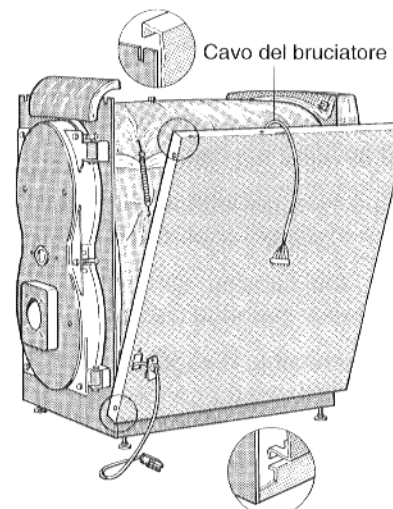

Fig. 7
I cavi del bruciatore devono essere posati attraverso la rispettiva foratura nel pannello prima che vengano montati i pannelli di rivestimento (Fig. 7).
- Far passare il cavo del bruciatore attraverso la rispettiva foratura nel pannello laterale (Fig. 7).
- Inserire il pannello laterale a destra e a sinistra infilando le fessure inferiori nella parete anteriore e posteriore del corpo della caldaia (Fig. 7).
- Agganciare nella parte superiore i pannelli laterali facendo presa con la piegatura nella fessura della parte anteriore e posteriore del corpo della caldaia (Fig. 7).